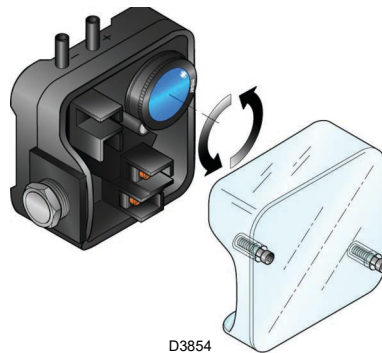

Fig. 34
- Régler le pressostat d'air (Fig. 34, page 32) en début d'échelle.
Effectuer le réglage du pressostat air après avoir effectué tous les autres réglages du brûleur avec le pressostat air réglé en début d'échelle (Fig. 34).